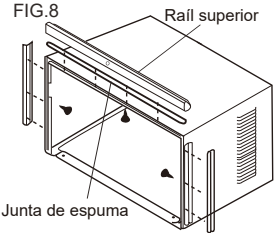

FIG.8
2. Desde el interior de la carcasa inserte 3 tornillos para ajustar cada soporte lateral como se muestra en la Fig. 8. Ajuste los retenes laterales por su cara plana contra la carcasa y con el lado angulado hacia la parte trasera de aquella.